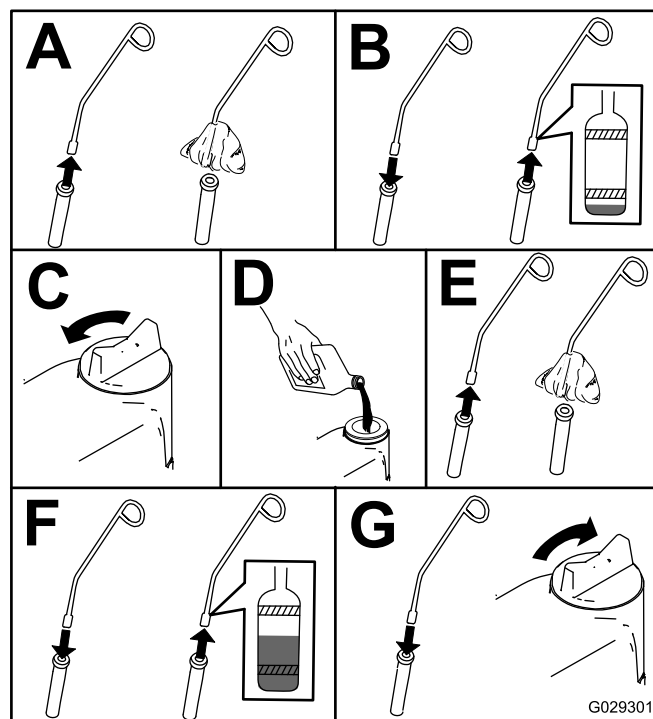

Bild 47
3. Kontrollieren Sie den Ölstand wie in Bild 47 gezeigt.